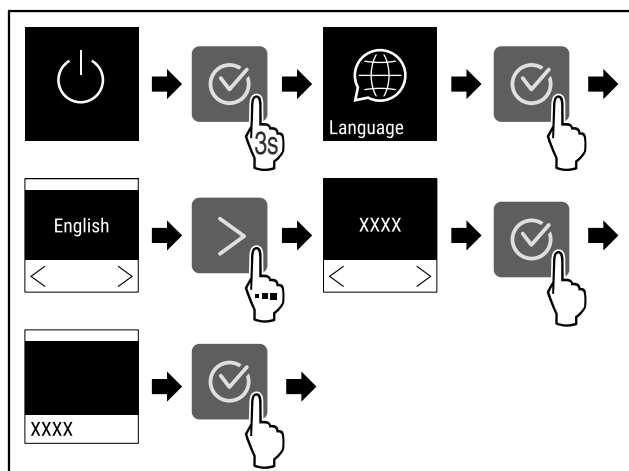

Fig. 52
- ▶ Vykonajte kroky akcie (pozri Fig. 52).